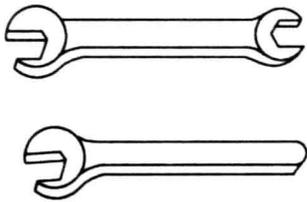

图 1-15 呆扳手
b. 呆扳手。如图 1-15 所示，呆扳手分单头扳手和双头扳手两种。它们的开口尺寸与螺母或螺钉头对边间距尺寸相对应，并根据标准尺寸做成一套。